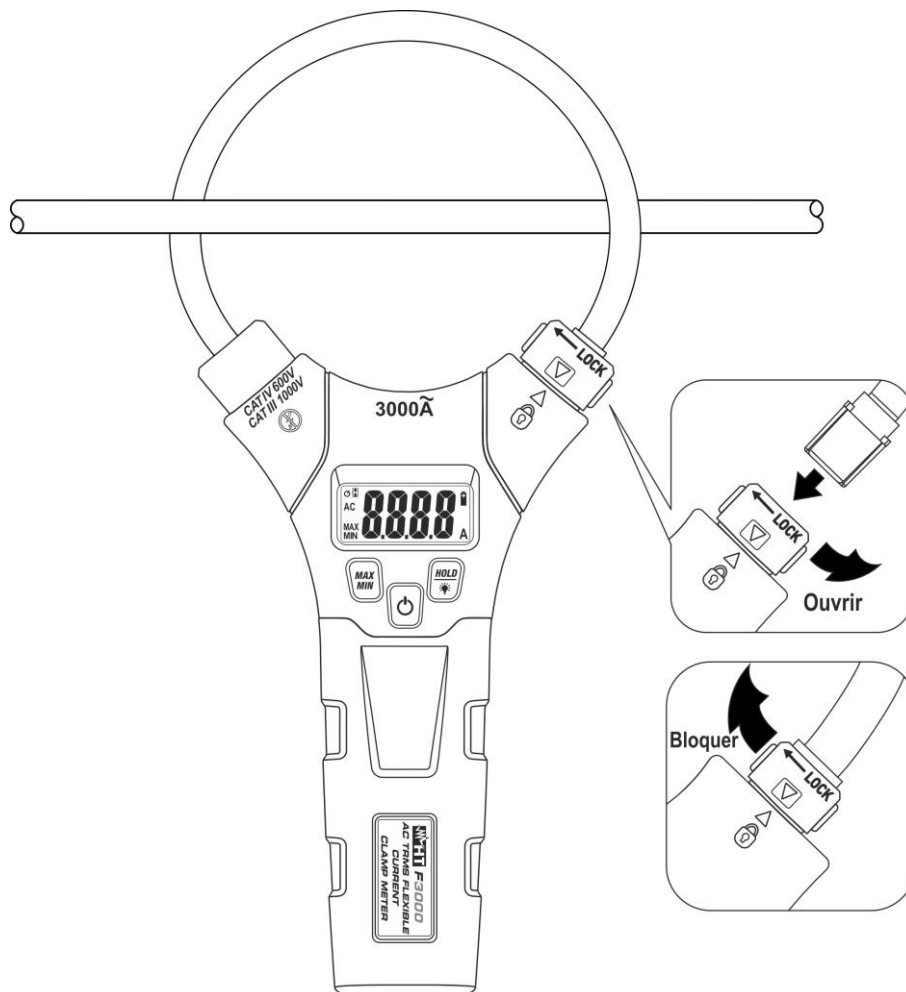

Fig. 2: Ouverture/fermeture de tore flexible
- Toujours placer le conducteur le plus possible au centre du tore, afin d'obtenir les caractéristiques de précision déclarées pour l'instrument (voir Fig. 2)
1. Tourner un quart de tour vers la gauche le connecteur de fixation pour déverrouiller le tore (voir Fig. 2)
3. Replacer le tore dans le siège et tourner un quart de tour vers la droite le connecteur de fixation pour aligner les deux flèches sur le plastique pour bloquer le tore (voir Fig. 2)